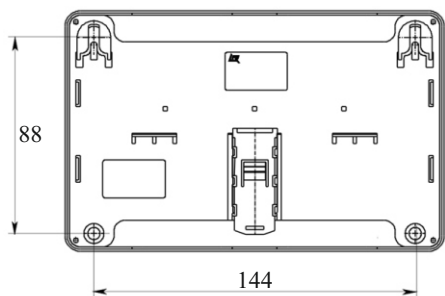

Рисунок 3
- при установке на стенах, перегородках и конструкциях (рисунок 3):